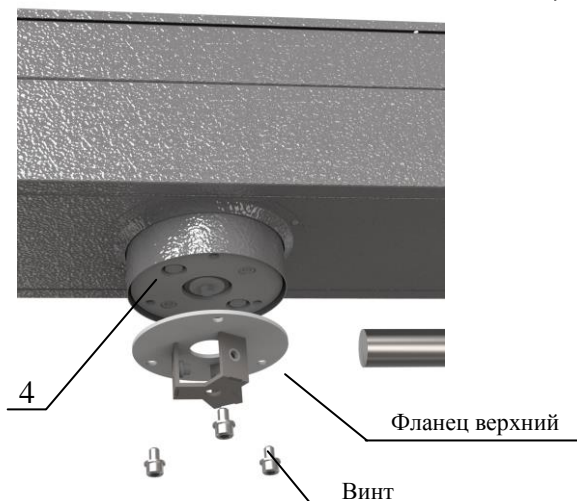
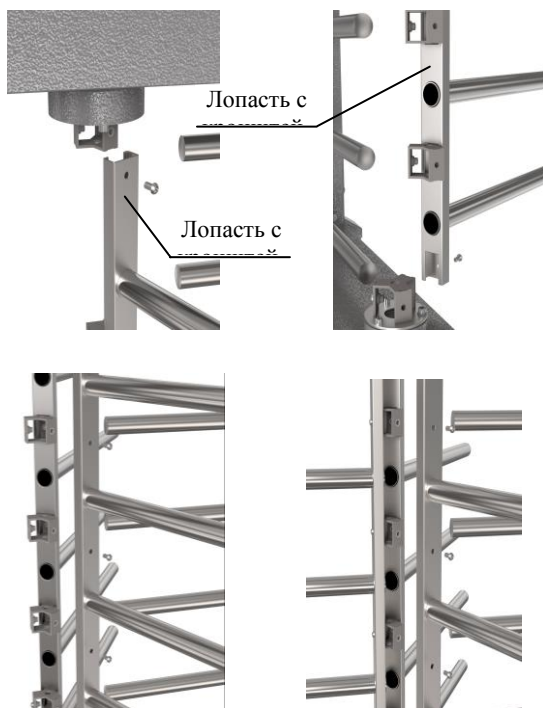

Рис. 4
Рис.5
2. Сборка центральной стойки (Рис. 4 и Рис. 5):
- установите на диск муфты привода (рис.4) верхний фланец центральной стойки и закрепите винтами М10х16;
в первую очередь установите на посадочные плоскости фланцев лопасть с внутренними кронштейнами (рис.5) и закрепите винтами М8 (не затягивая их);